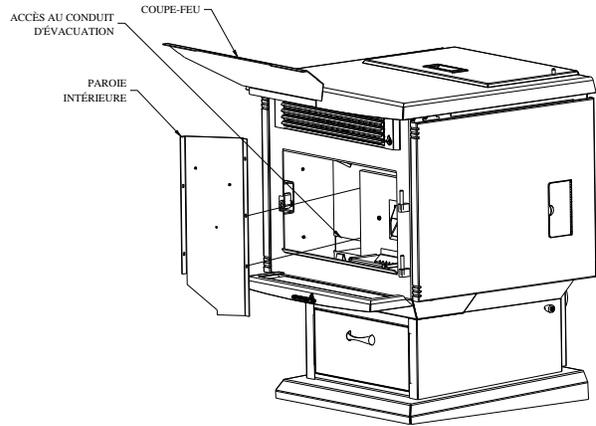

FIGURE 22
- Parois de la chambre à combustion** : De façon périodique, il est important de nettoyer les cendres qui peuvent s'être accumulées derrière les parois de la chambre à combustion. Commencez par enlever les panneaux d'imitation de maçonnerie, lesquels sont simplement tenus en place par des vis. Enlevez ensuite les deux parois métalliques situés de chaque côté de la chambre à combustion, lesquelles sont retenus par des vis. Nettoyez les parois et enlevez les cendres à l'aide d'un aspirateur. Vous remarquerez une trappe d'accès rectangulaire située à l'arrière de la paroi gauche. Retirez le petit panneau rectangulaire à l'aide d'un tournevis (voir figure 22). Insérez le bout de l'aspirateur dans le trou et enlevez tout résidu pouvant s'être accumulé. **RÉPÉTEZ CETTE OPÉRATION DE NETTOYAGE AU MOINS UNE FOIS PAR TONNE DE GRANULES BRÛLÉS, ET CE JUSQU'À CE QUE VOUS SOYEZ FAMILIER AVEC LE NIVEAU D'ACCUMULATION DES CENDRES DANS VOTRE APPAREIL.**